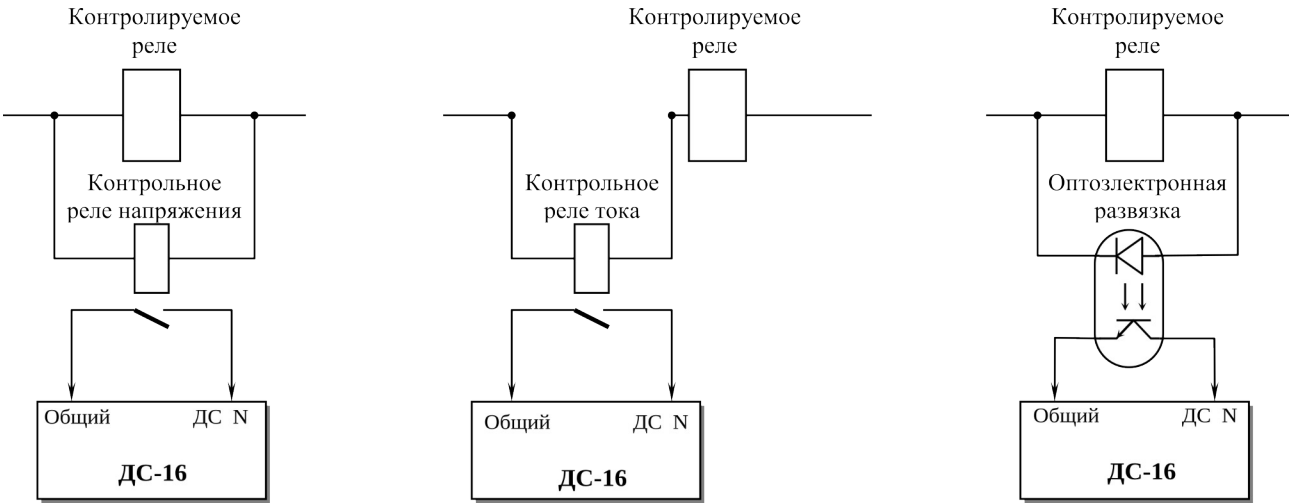

Рисунок 55
12.6.2 При отсутствии у контролируемого реле свободных контактов, применяются маломощные контрольные электромеханические, герконовые или полупроводниковые реле. Контрольные реле напряжения включаются параллельно контролируемому элементу, контрольные реле тока – последовательно (см. рисунок 55).